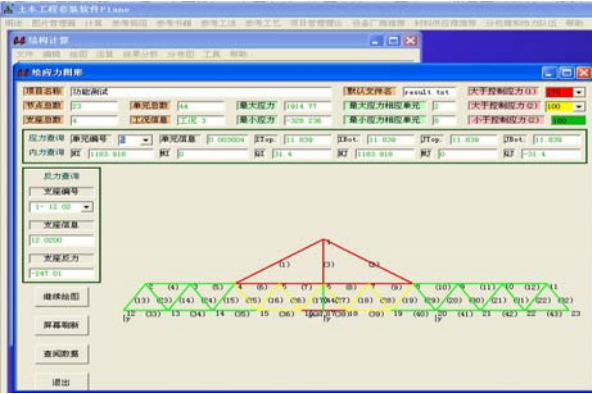

图 7
5. 程序可进行**节点集中力**加载、**单元集中力**加载、有**梯度均布荷载**加载、**强迫位移**加载、**缆索张拉**加载和**温度**加载。实现连续工况单元**内力**、**应力**、**支座反力**的查询并判断最大值、最小值和最大绝对值所对应的工况。以不同的颜色直观反映各单元不同的应力值范围，见图 7。